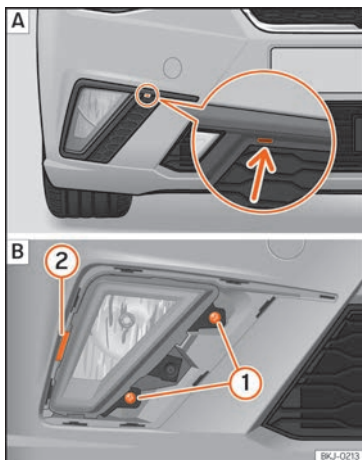

Fig. 107 Faro antiniebla.
1. Haga palanca con un destornillador en la muesca »» **fig. 107 A** (flecha). Seguidamente desclipe los clips situados en el contorno de la rejilla, haciendo un pequeño movimiento de palanca.
2. Retire los dos tornillos ① **B** y haga palanca en el clip ② para extraer el faro antiniebla.